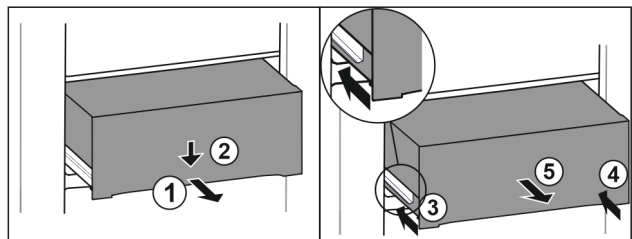

Fig. 84
- ▶ Schubfach halb herausziehen. *Fig. 84 (1)*
- ▶ Schubfach an der Vorderseite nach unten drücken. *Fig. 84 (2)*
- ▶ Linke Schiene etwa 2 cm einschieben. *Fig. 84 (3)*
- ▶ Rechte Schiene etwa 2 cm einschieben. *Fig. 84 (4)*
- ▶ Schubfach nach vorne entnehmen. *Fig. 84 (5)*